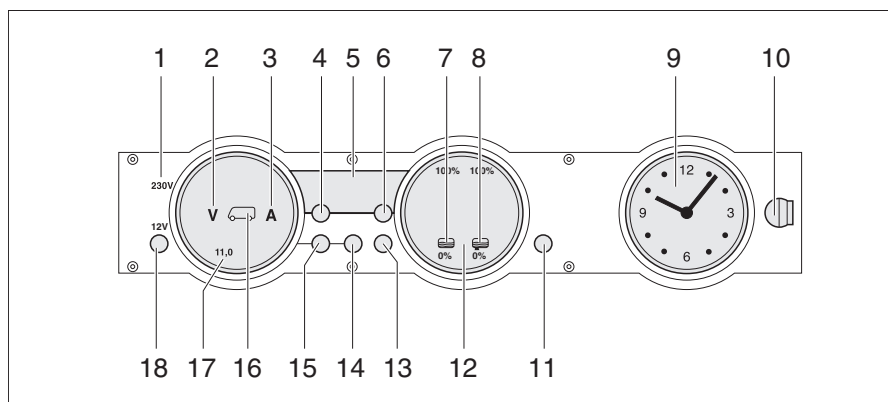

Fig. 245 Panel MP 20-T
La luz de control de 230 V (Fig. 245,1) se enciende cuando hay tensión de red en la entrada del bloque eléctrico.
El interruptor principal de 12 V (Fig. 245,18) conecta y desconecta el panel y la alimentación de 12 V del habitáculo.
- Pulsar la tecla "12 V" (Fig. 245,18) brevemente. La alimentación de 12 V del habitáculo está conectada. La visualización de control "12 V" está encendida.
- ▷ En caso de que después de la conexión parpadeen tanto el LED "11,0" de la visualización de voltios así como el símbolo Voltios "V" (Fig. 245,2) en el instrumento indicador Baterías (Fig. 245,17), será demasiado baja la tensión de la batería del habitáculo. Cargar la batería.
- ▷ En caso de que después de la conexión parpadeen tres veces la visualización de control "12 V", el símbolo Batería del habitáculo (Fig. 245,16) y el símbolo Voltios "V" (Fig. 245,2), estará activada la separación de batería. Desactivar la separación de batería.
- Pulsar la tecla "12 V" (Fig. 245,18) brevemente. La alimentación de 12 V del habitáculo está desconectada. La visualización de control "12 V" se apaga.
- Pulsar la tecla Batería del habitáculo (Fig. 245,14) y mantenerla pulsada aprox. 10 segundos. Los símbolos Voltios "V" (Fig. 245,2) y Amperios "A" (Fig. 245,3) parpadean tres veces. La batería del habitáculo está separada de la red de a bordo de 12 V.
- Pulsar la tecla "12 V" (Fig. 245,18) y mantenerla pulsada aprox. 5 segundos. El símbolo Voltios "V" (Fig. 245,2) parpadeará tres veces. La batería del habitáculo está conectada a la red de a bordo de 12 V. La visualización de control estará encendida durante aprox. 2 segundos.
- Pulsar la tecla Batería del habitáculo "🔋" (Fig. 245,14). El símbolo Voltios "V" (Fig. 245,2) estará encendido. Según la carga o la descarga, el símbolo Amperios "A" estará iluminado de color blanco o rojo. La tensión de la batería y la corriente de la batería del habitáculo se visualizan a través de LEDs en el instrumento indicador.
- Pulsar la tecla Batería del motor de arranque "🔋" (Fig. 245,15). El símbolo Voltios "V" (Fig. 245,2) estará encendido. La tensión de la batería del motor de arranque es visualizada a través de LEDs en el instrumento indicador.
- Pulsar la tecla Depósitos  (Fig. 245,13). Los símbolos Depósito de agua  (Fig. 245,7) y Depósito de aguas residuales  (Fig. 245,8) estarán encendidos. Los niveles de llenado del depósito de agua (escala izquierda) y del depósito de aguas residuales (escala derecha) serán visualizados a través de LEDs en el instrumento indicador.
El símbolo Voltios "V" (Fig. 245,2) y el LED "11,0" parpadearán tan pronto la tensión de la batería caiga abajo de 11 V (medición durante el funcionamiento) y exista el riesgo de una descarga completa.
El símbolo Depósito de agua  (Fig. 245,7) o el símbolo Depósito de aguas residuales  (Fig. 245,8) parpadeará si el depósito de agua está vacío o el depósito de aguas residuales está lleno.